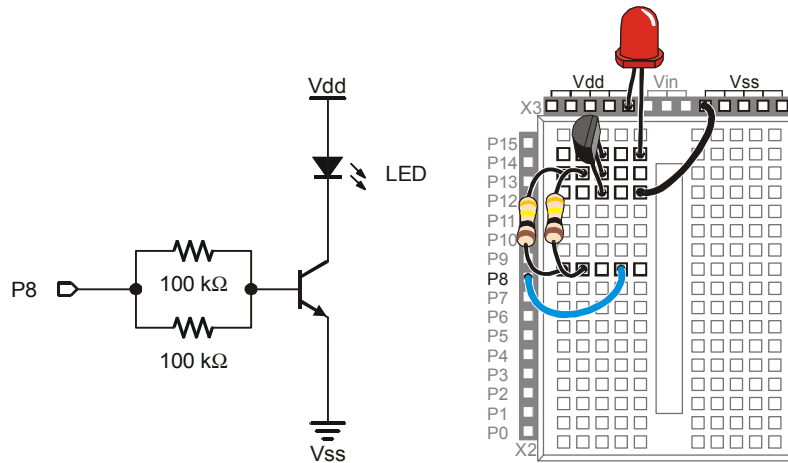

Figura 9-4
Se tutto quello che volete fare è spingere ed accendere un transistor, potete usare il circuito mostrato in Figura 9-4. quando il BASIC Stamp invia un segnale alto a questo circuito, farà in modo di far scorrere tanta corrente quanta ne farebbe scorrere il potenziometro ruotato per la massima luminosità. Quando il BASIC Stamp invia un segnale basso a questo circuito, inibirà il transistor dal far scorrere corrente, ed il LED non emetterà luce.
- ✓ Costruite il circuito mostrato in Figura 9-4.